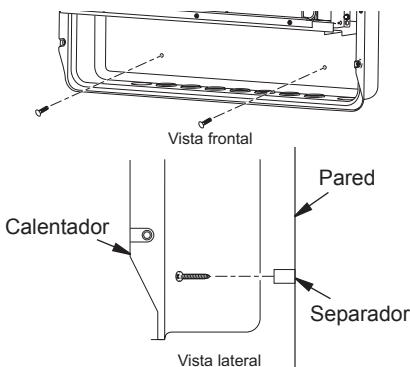

Figura 12 - Instalación de los tornillos de montaje inferiores
- Localice los dos orificios de montaje inferiores. Estos orificios se encuentran cerca de la parte inferior del panel posterior del calentador (consulte la figura 12, en la página 13).